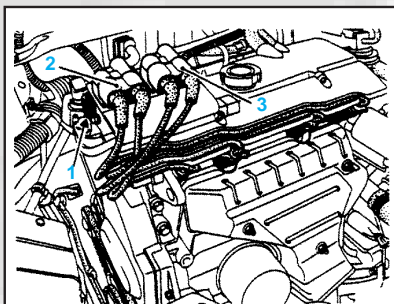

fig. MOT. 10
- La bobine (2) a un connecteur électrique de couleur noire (fig. MOT. 10). Elle provoque simultanément l'étincelle sur les cylindres 1 et 4. Elle est commandée par la voie 28 du calculateur d'injection.
- La bobine (3) a un connecteur électrique de couleur gris (fig. MOT. 10). Elle provoque simultanément l'étincelle sur les cylindres 2 et 3. Elle est commandée par la voie 29 du calculateur d'injection.
- Les deux bobines sont reliées à un condensateur antiparasitage (1) (fig. MOT. 10).